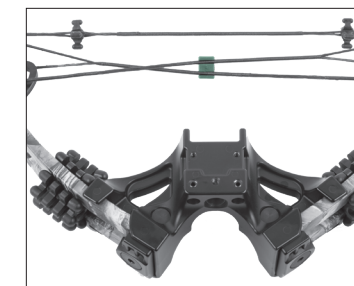

FIGURA 1
- 1** En primer lugar, conecte la corredera del cable (Parte C) a los cables del lado izquierdo de la empuñadura ajustando los dos cables en las dos ranuras de la corredera de cable. El extremo más ancho de la corredera del cable debe mirar hacia la parte posterior de la ballesta, como se muestra en la Figura 1.